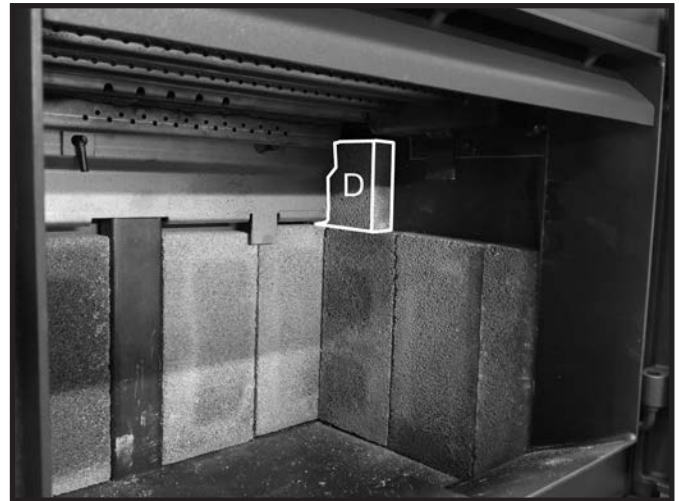

Figure 18: Petite brique posée dans la partie supérieure du mur droit.
6. Placer une brique D au-dessus des briques A déjà en place. Glisser vers l'arrière en s'assurant que la brique est fermement coincée entre le mur et le rail (Figure 18).